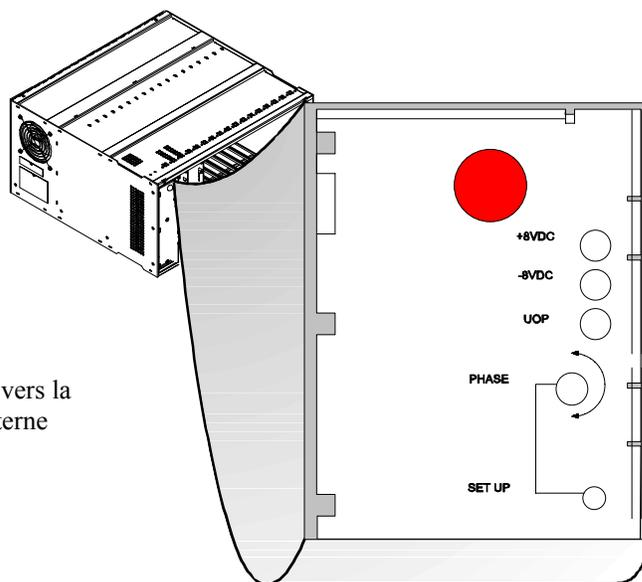

Figure 2-15 - Réglage de la phase verticale
2. Repérez le potentiomètre de réglage de phase verticale sur le panneau du module d'alimentation (voir figure 2-15).